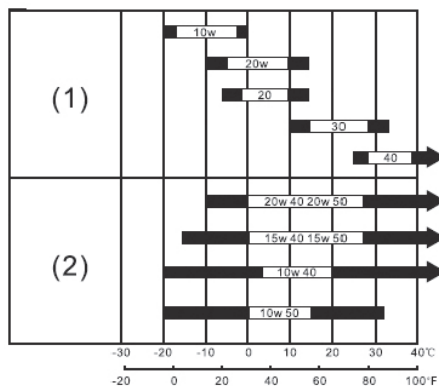

Рис. 3
- Отвинтите крышку (3) заливной горловины картера (1).
- Шкала вязкости масла для его выбора (Рис. 3).